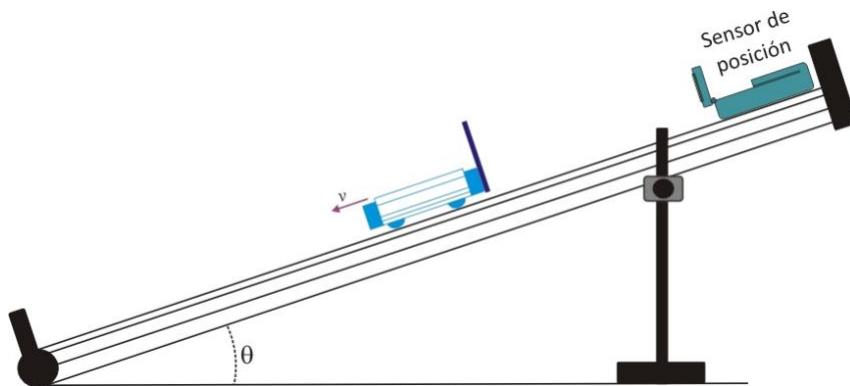

Figura 2: Montaje experimental propuesto para medir la aceleración de la gravedad a partir del movimiento de un carrito de masa m sobre un plano inclinado.
- Montar el dispositivo experimental como el que se muestra en la Figura 2. Colocar el sensor de posición en el extremo superior del plano inclinado. Cuando tengo todo montado, **consultar con su docente** para verificar dispositivo experimental y seguridad de los elementos de laboratorio.